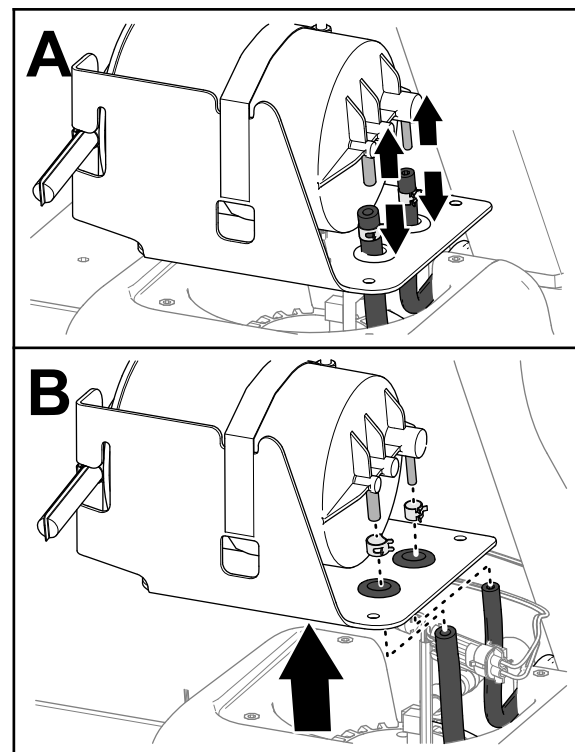

図 118
4. フィッティングからホースを外す 図 118。
5. ホースからホースクランプを外す 図 118。
6. カーボンキャニスタを燃料タンクから外す 図 118。